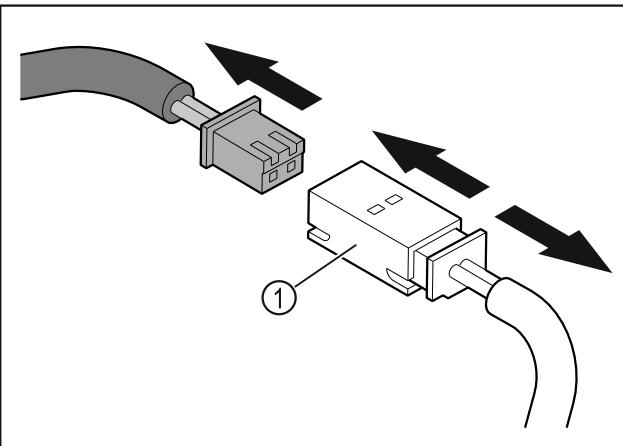

Fig. 13
- Αποσυνδέστε το φίς και την υποδοχή του φίς Fig. 13 (1).